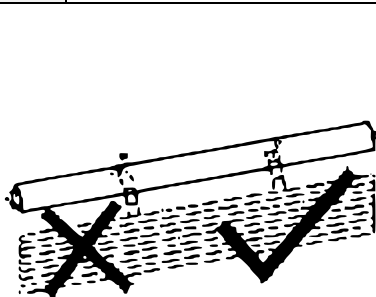

Fig. 6
- Al conectar el eje de la persiana a la colgadura, asegúrese de que los muelles de suspensión estén conectados de tal manera que no sean demasiado largos (Fig. 6).